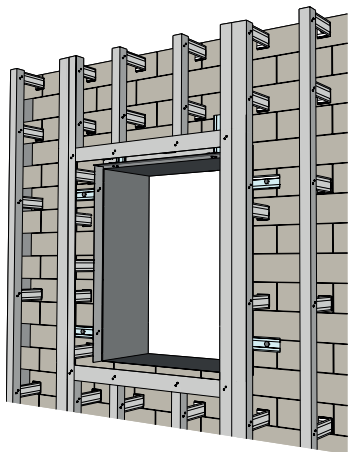
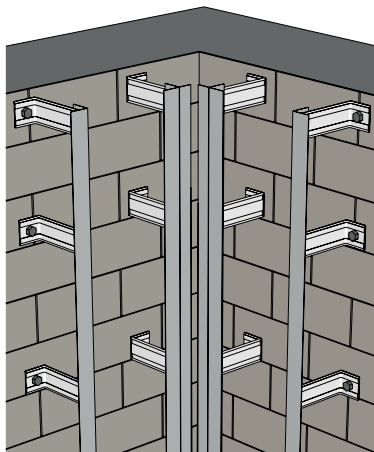
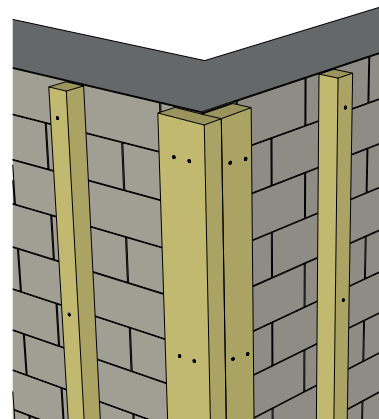

Рисунок 19
Рисунок 20
Рисунок 21
- 9.8** Для металлической и деревянной обрешетки, вокруг оконных, дверных и прочих проемов (Рис. 19), во внутренних углах (Рис. 20) обрешетка устанавливается сплошной и широкой (100-150 мм). На наружных углах (Рис. 21), сплошной и широкой устанавливается только на деревянной обрешетке.